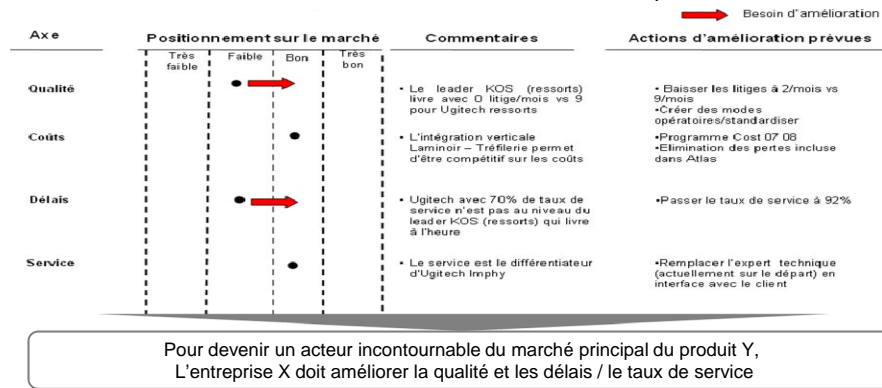

Figure 2
1. comprendre le **positionnement** des produits de l'entreprise chez ses clients **vis-à-vis de la concurrence** d'un point de vue Qualité-Coûts-Délais (voir figure 2), pour identifier les besoins d'amélioration (par exemple : nécessité d'améliorer la qualité ou réduire les délais)